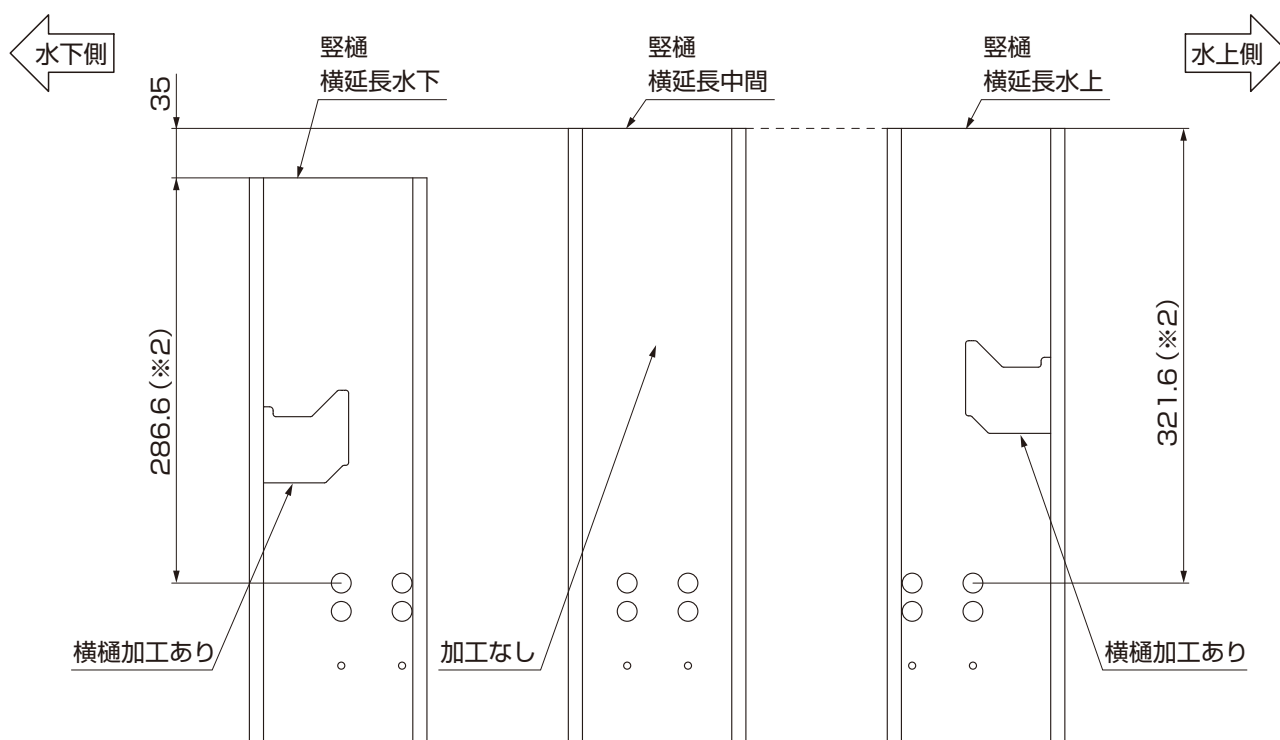

図18-14
- 縦樋は取付け位置によって種類が違います。取付け位置（※2）を確認してください。（図18-14参照）